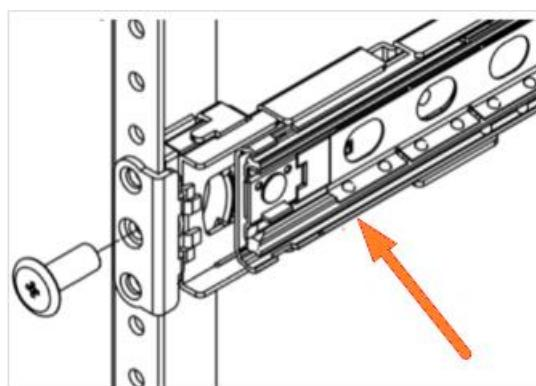

Рисунок 120 – Крепление на стойку
- 5) Далее кронштейн крепится на стойку (см. Рисунок 120) (если это необходимо для крепления направляющих должны быть винты M6x10L. Действие необязательно).